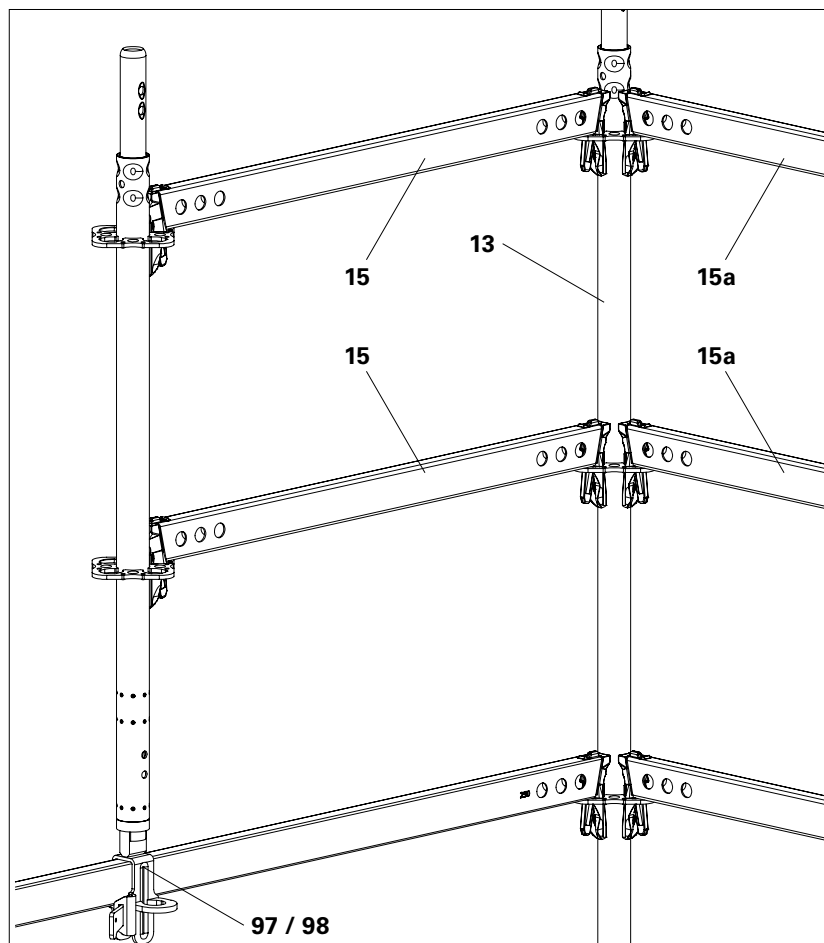

Abb. A11.13b
- Der Einsatz als Aufnahme für einen frei stehenden Geländerpfosten ist nur möglich, wenn der freie Geländerpfosten mit 2 Horizontalriegeln  $\leq 2,25$  m (15) an einem drehsteifen Vertikalstiel (13) angeschlossen ist. Der Vertikalstiel (13) muss durch weitere, im Winkel von  $90^\circ$  abgehende Horizontalriegel (15a) gehalten werden. (Abb. A11.13b)